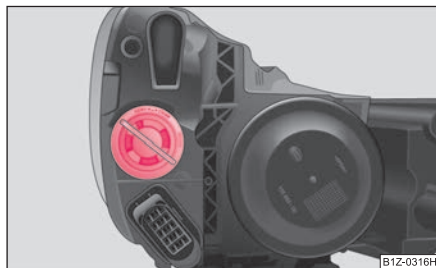

Fig. 242 Desmontaje de la bombilla para luz intermitente delantera
- Gire el portalámparas en el sentido de la flecha **OPEN (abrir)** y sáquelo junto con la bombilla para luz intermitente ⇒ fig. 242.